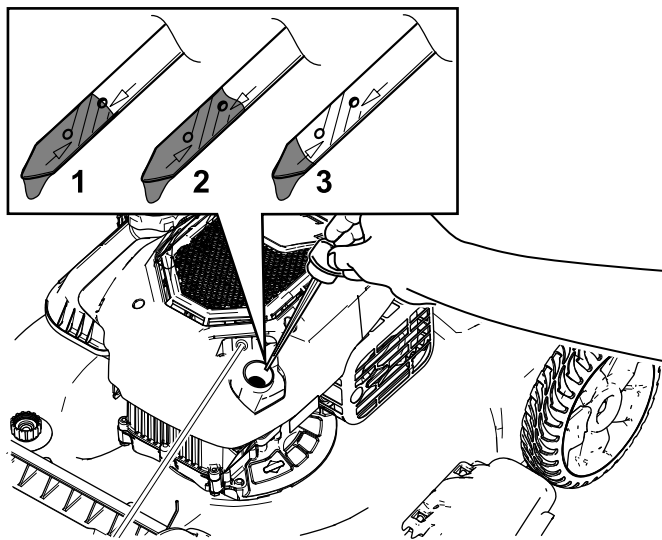

Figura 25
- Retire la varilla girando el tapón en el sentido contrario a las agujas del reloj y tirando del mismo (Figura 25).
- Observe el nivel de aceite en la varilla (Figura 25).